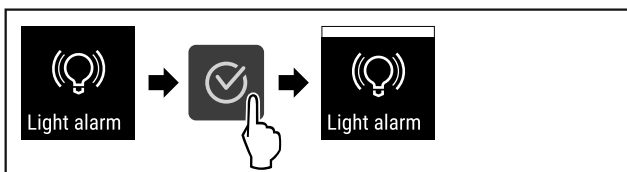

Fig. 119
- ▶ Végezze el a gyakorlati lépéseket (lásd Fig. 119) .